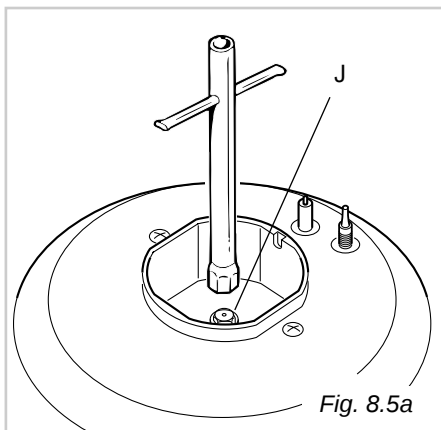

Fig. 8.5a
- Con una chiave fissa sostituire gli ugelli "J" (Fig. 8.5a - 8.5b) con quelli idonei per il gas da utilizzare.